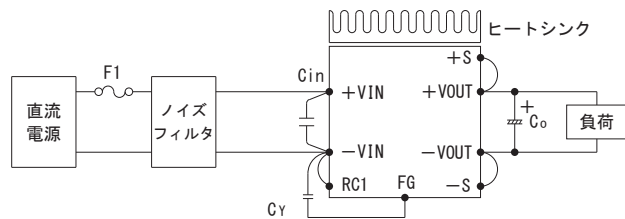

図 2.1 標準接続方法
- 電源を使用するためには、図 2.1 の接続と表 2.1 の外付け部品が必要です。
- 入力ラインでの帰還ノイズ低減、電源の安定動作のために、ノイズフィルタ、接地コンデンサ Cr を接続してください (図 2.1)。
(3) 入力側外付けコンデンサ
■入力ラインへの帰還ノイズ低減、電源の安定動作のために、入力側+VINと-VIN間にコンデンサCinを接続してください(図2.1)。
■出力安定度向上のために、出力側+VOUTと-VOUT間にコンデンサCoを接続してください(図2.1)。推奨容量を表3.2に示します。